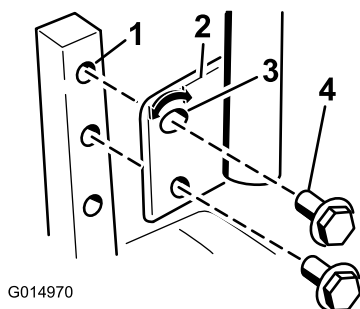

Figure 22
1. Retirez les 2 boulons qui fixent le levier de commande à l'arbre du bras de commande (Figure 22).
2. Placez le levier de commande dans les trous suivants. Fixez le levier avec les 2 boulons (Figure 22).
2. Desserrez le boulon inférieur jusqu'à ce qu'il soit possible de faire pivoter le levier de commande en avant ou en arrière (Figure 22). Serrez les deux boulons pour fixer la commande à sa nouvelle position.